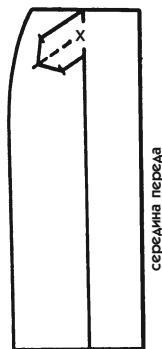

Рис. 256
1. На лекале прямой юбки проведите линии паты и рельеф параллельно срединной линии переда (рис. 256).
Рассмотрите форму паты. Ее линии чертятся по линейке с соблюдением параллельности. Вершина паты должна быть точно посередине (для построения используйте пунктирные линии на рис. 256).